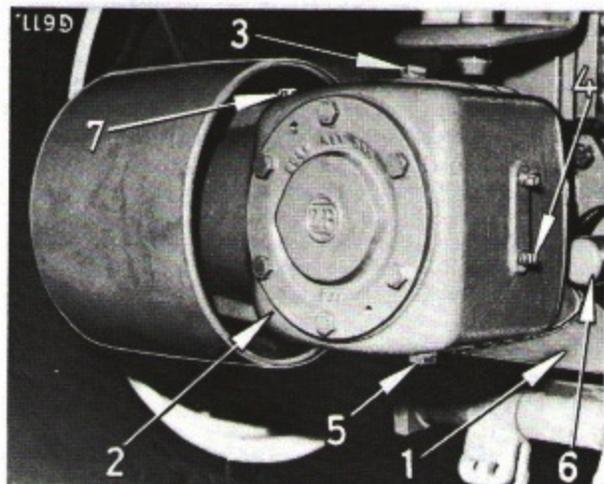

Fig. 42
Retirez le garant de l'arbre gauche de prise de force (1 000 tr/mn). Montez la plaque (1) Fig. 42 à l'aide de quatre vis Allen. Engagez le carter de poulie sur l'arbre de prise de force, la poulie étant dirigée vers la gauche comme l'indique la figure. Fixez le carter sur la plaque précédemment montée, au moyen de quatre vis (la poulie ne peut être orientée que vers la gauche). Le remplissage du carter (2) s'effectue après avoir enlevé le bouchon de remplissage (3) et le bouchon de niveau (4). Versez de l'huile SAE-90 EP par l'orifice de remplissage jusqu'à ce qu'elle commence à couler par l'orifice de niveau. Remettez alors les bouchons (3 et 4) en place. La quantité d'huile nécessaire est d'environ 1,9 litre. La vidange du carter s'effectue en enlevant le bouchon (5).